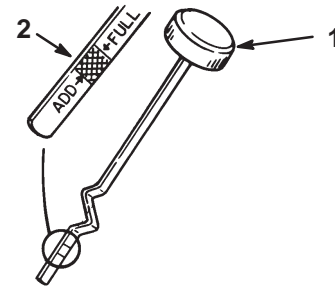

Bild 21
3. Schrauben Sie den Ölpeilstab los und wischen Sie das Metallende ab (Bild 21).